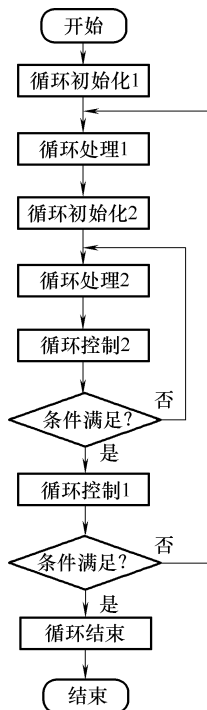

图 4-6 先循环控制后循环处理流程图
- ② 先循环控制后循环处理（即先判断后处理），其流程图如图 4-6 所示。
循环处理和循环控制构成循环体，若循环程序的循环体内不再包含其他循环程序，则称为单重循环程序；若循环程序的循环体内包含有其他循环程序，则称为多重循环程序，又称为循环嵌套。多重循环程序中的各重循环不能有交叉，不能从外循环跳入内循环，只能外循环内嵌套内循环。两重循环程序流程如图 4-6 所示。